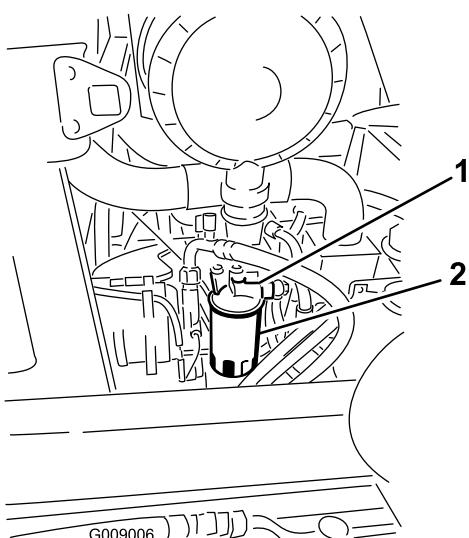

Figura 65
2. Retire el filtro y límpie la superficie de montaje del cabezal del filtro (Figura 65).